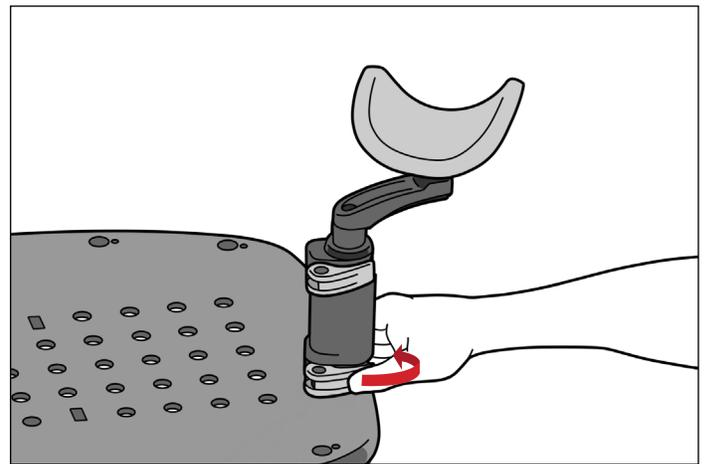

FIGURE 16
2. Fermer le levier inférieur pour verrouiller la position. (Figure 16)